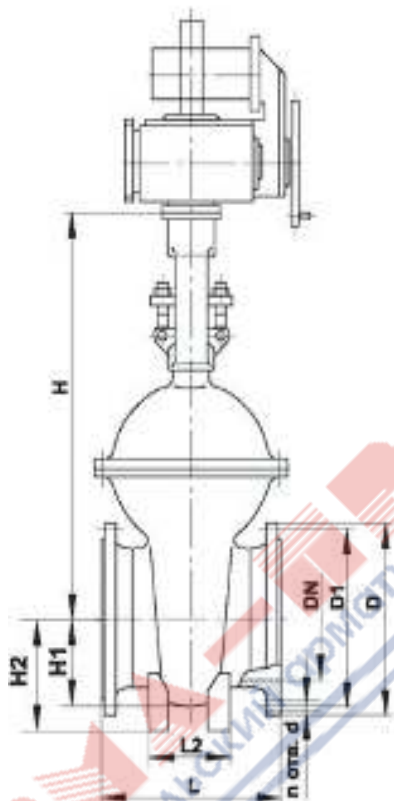

Рисунок 4. Задвижка с невыдвижным шпинделем
3.4.2 Полную разборку задвижки (см. рисунок 4) производить в следующем порядке: